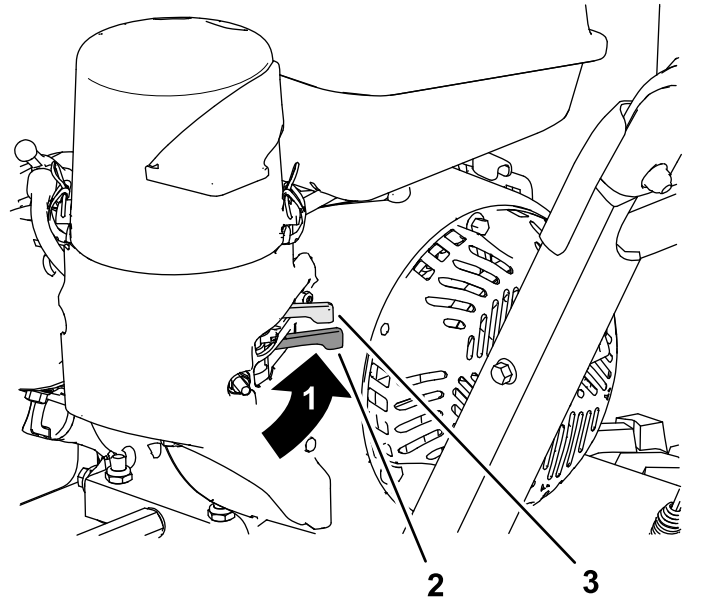

Bild 11
Schieben Sie den Kraftstoffhahn unter dem Choke nach rechts, um ihn zu öffnen (Bild 11).
2. Stellen Sie den Chokehebel hinten links am Motor nach links in die EIN-Stellung. Lassen Sie den Choke in der AUS-Stellung, wenn der Motor warm ist (Bild 11).
6. Lassen Sie den Motor mehrere Minuten warm laufen, stellen Sie den Choke dann in die AUS-Stellung (Bild 11).
5. Stellen Sie mittels dem Kraftstoffhahn die Kraftstoffzufuhr ab, wenn Sie die Maschine für einige Tage nicht verwenden, die Maschine in einem Gebäude lagern oder Sie sie von einer Arbeitsstelle zu einer anderen transportieren (Bild 11).